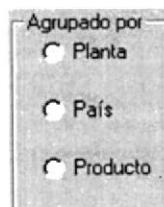

Figura 11.27 Opción agrupado por
3. Si hace click en específica se habilitarán las opciones de agrupado por y podrá seleccionar el tipo de información que desea que aparezca en el reporte, esta puede ser por Planta, País o Producto. Para seleccionar de click en  de la opción que desea elegir (ver figura 11.27).